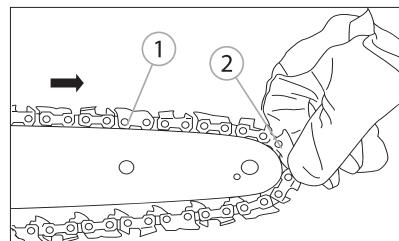

Рис. 5
- Уложите пильную цепь 1 (рис. 5) в паз 2 (рис. 5), расположенный по периметру шины.